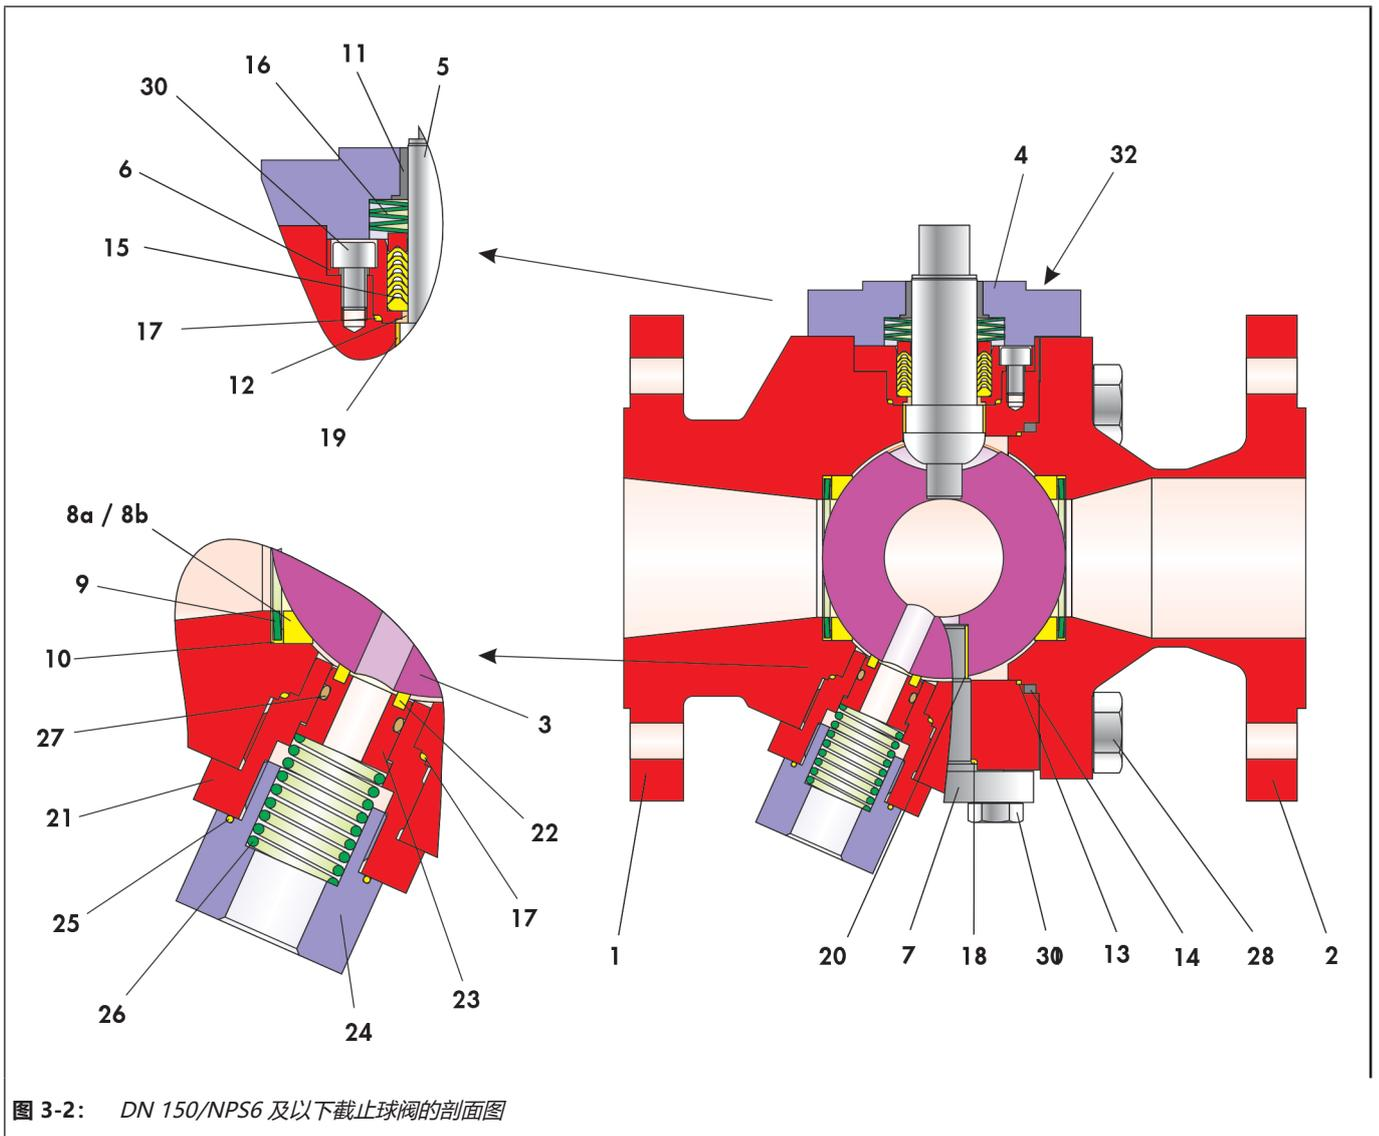

图 3-2: DN 150/NPS6 及以下截止球阀的剖面图
在组装期间必须遵守图 3-2 中所示各个部件的位置和排布。
- ⇒ 将 O 形圈 (17) 插入上主阀体 (1) 的相应位置。
- ⇒ 将轴承套 (12) 压入填料压盖衬套 (6)。
- ⇒ 小心地将带有轴承套 (12) 的填料压盖衬套 (6) 穿过控制轴 (5) 插入主阀体 (1)，并用稍微润滑的螺钉 (30) 进行调整。
- ⇒ 以交叉方式匀力拧紧螺钉 (30)。
- ⇒ 以轻微旋转运动推动 V 形环填料 (15) 经过预组装控制轴 (5)，并将其插入填料压盖衬套 (6) 的支架。有关 V 形套筒的排布，请参见图 3-2。
- ⇒ 将盘簧组 (16) 放在 V 形环填料 (15) 上。有关弹簧垫圈的排布，请参见图 3-2。
- ⇒ 将轴承套 (11) 压入填料箱法兰 (4)。
- ⇒ 将填料箱法兰 (4) 穿过控制轴 (5) 放到主阀体 (1) 上。
- ⇒ 轻轻润滑螺钉 (32)。
- ⇒ 用螺钉 (32) 均匀调整填料箱法兰 (4) 并以交叉方式拧紧。